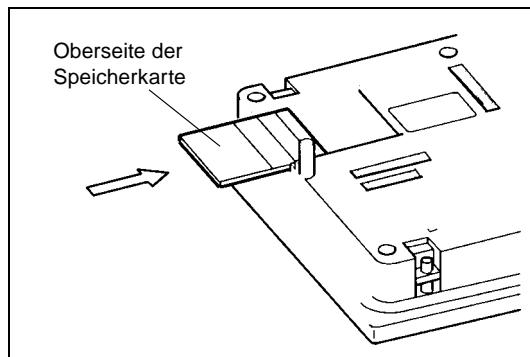

Abb. 5-2: Einschieben der Speicherkarte
- ① Schalten Sie den Schalter M-CARD ACCESS auf OFF (AUS), und vergewissern Sie sich, daß die Speicherkarten-LED nicht leuchtet.
- ② Schieben Sie die Speicherkarte mit der Oberseite zu sichweisend in Pfeilrichtung, Abb. 5-2, in den Kartenschlitz ein, bis der Steckkontakt der Speicherkarte fest eingerastet ist.
- ③ Schalten Sie den Schalter M-CARD ACCESS auf ON (EIN), und vergewissern Sie sich, daß die Speicherkarten-LED leuchtet.